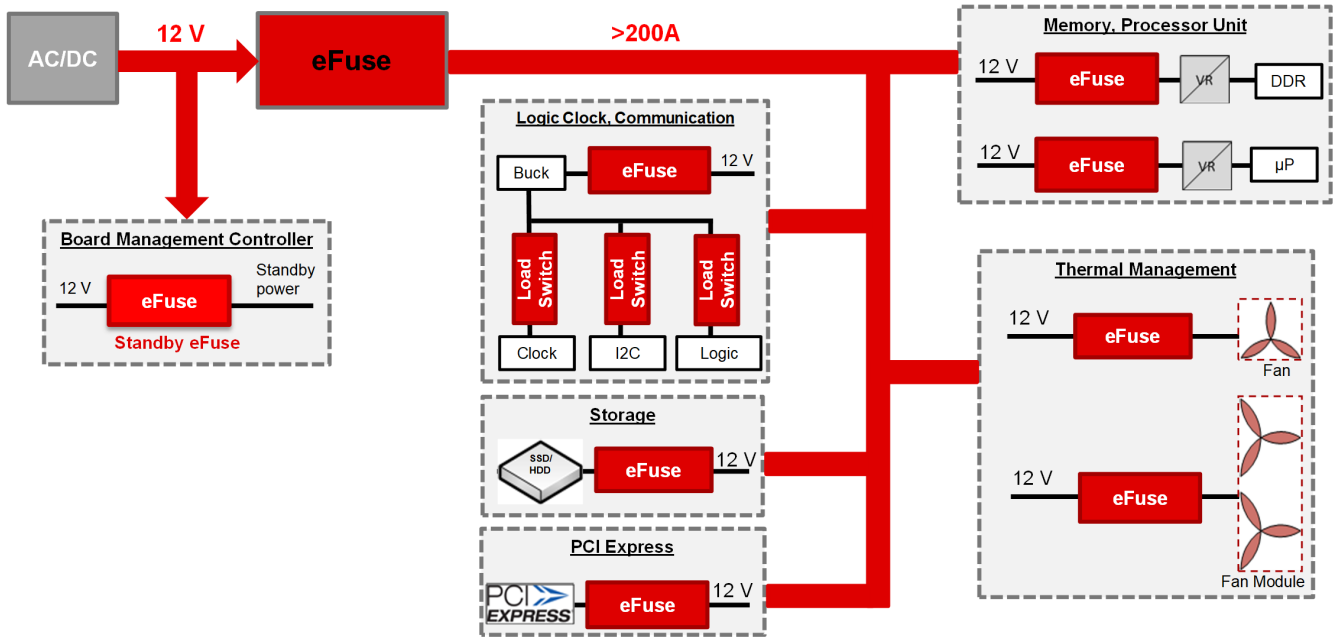

图 2. 12V 机架式服务器配电的典型方框图。
电子保险丝广泛用于前端的机架式服务器模块，以提供输入保护并实现热插拔功能。**图 2** 展示了机架式服务器的典型配电架构，其中输入来自 12V 背板，然后从电子保险丝分配到所有下游负载。电源路径涉及背板、PCB 线路和接口连接器，会引入寄生电感 (L)，进而在故障事件期间产生意外的瞬态电压。